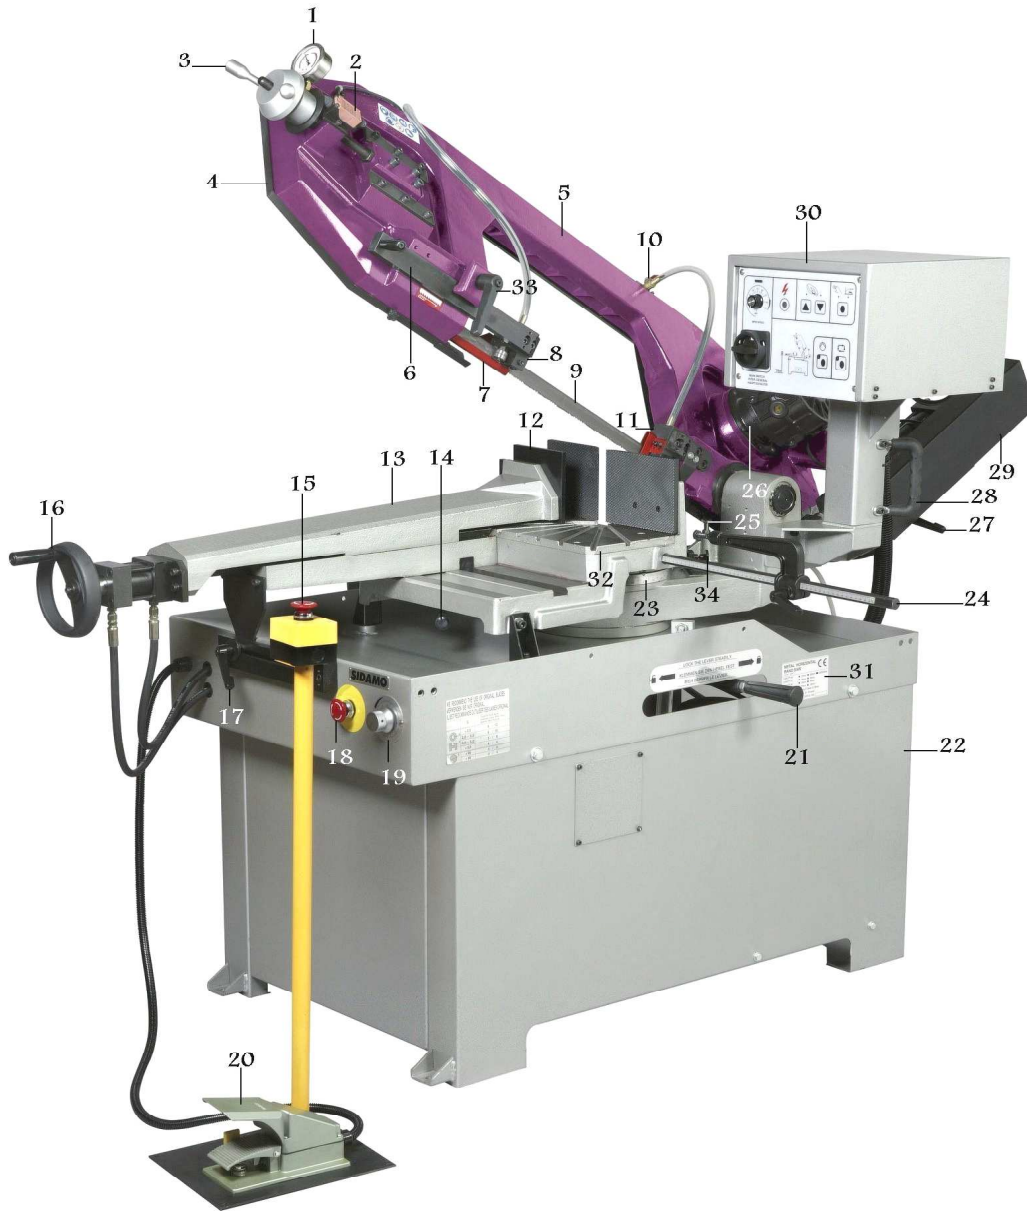

Figure 1
- Insérer la butée de mesure (16 fig.1) dans son siège sur la base droite de l'étau, puis la bloquer.
- Voyant côté pédale/commande à distance : permet le départ du cycle en appuyant sur la pédale [20 fig.1].